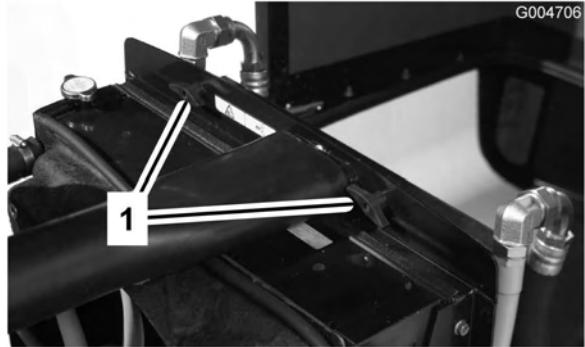

Figura 60
2. Togliete le manopole (Figura 60) che fissano il radiatore dell'olio al telaio.